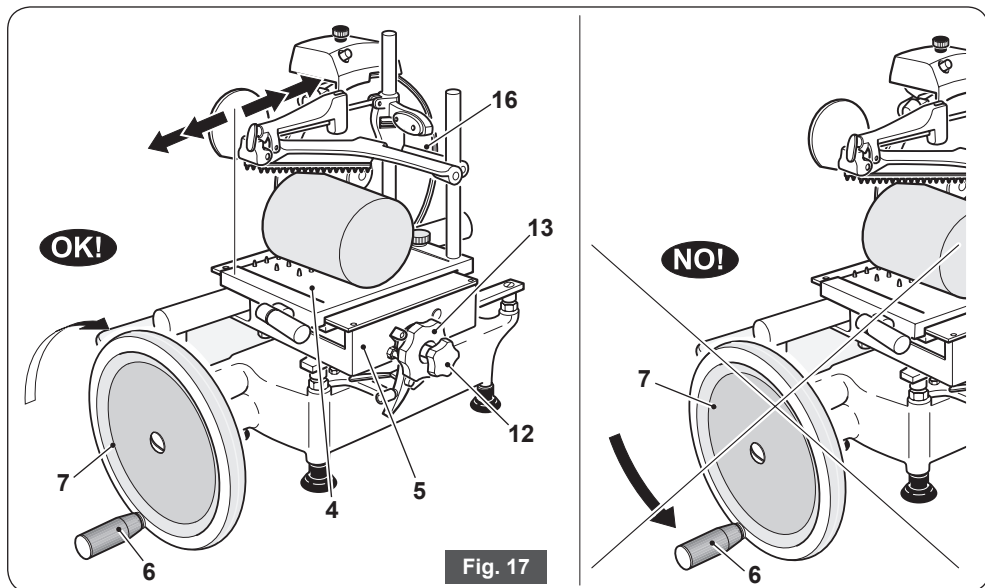

Fig. 17
- Prendre la poignée (6) et tourner le volant (7) en sens horaire pour déclencher la rotation de la lame et le mouvement alterné du plateau porte-produit (4) (fig. 17).